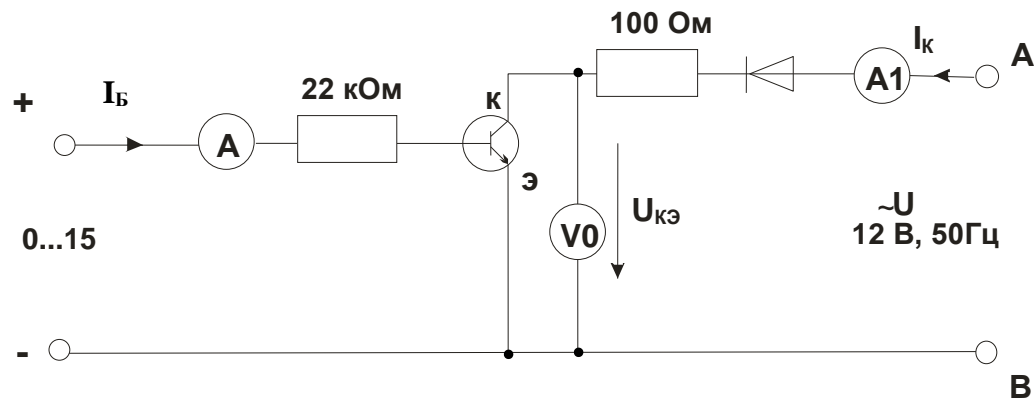

Рис. 4.2.2
- Соберите цепь согласно схеме (рис. 4.2.2). В этой цепи в качестве источника синусоидального напряжения используется линейное напряжение трехфазного генератора, а диод включен для исключения обратного напряжения на транзисторе. Приборы A1 и V0 – входы коннектора, служащие для вывода тока I_K и напряжения $U_{КЭ}$ на виртуальный осциллограф. Миллиамперметр A служит для измерения тока базы и может быть как мультиметром, так и виртуальным прибором.